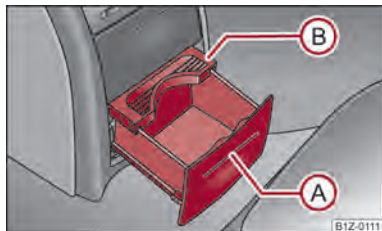

Fig. 68 Consola central trasera: Soporte de bebidas
- Presione el paramento en la zona (A) ⇒ fig. 68 - el soporte de bebidas saldrá hacia fuera.
- Ajuste el soporte de bebidas desplazando la placa de seguridad (B).